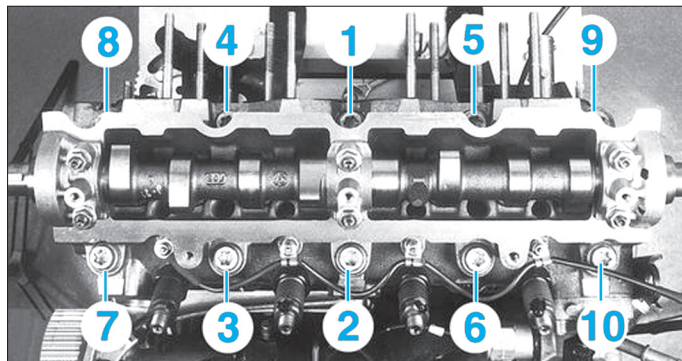

FIG. 43
- Serrer les vis de culasse en respectant l'ordre et le couple prescrit (Fig.43).